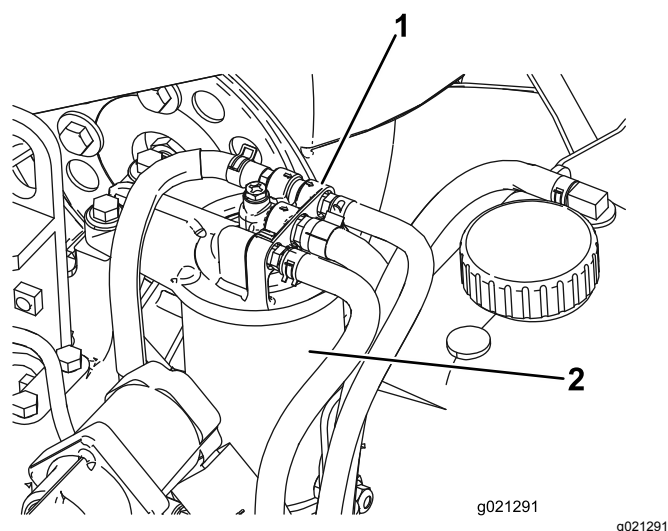

Figura 58
1. Limpie la zona alrededor de la cabeza del filtro de combustible (Figura 58).
2. Retire el filtro y limpie la superficie de montaje de la cabeza del filtro (Figura 58).